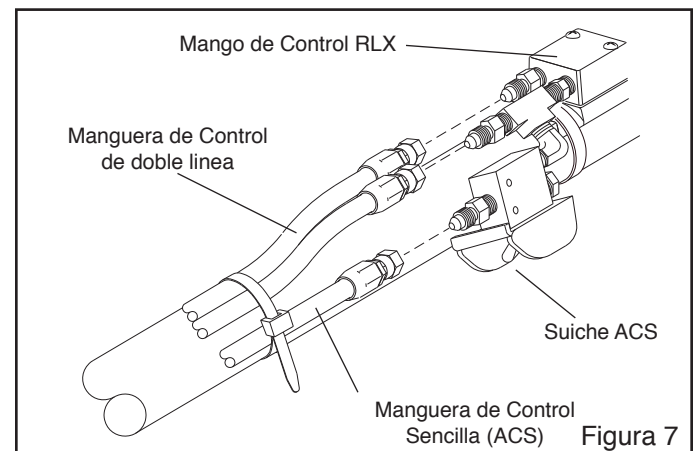

Figura 7
2.2.3 Refiérase a la Figura 7 y conecte la manguera doble de 50' a los conectores que se encuentran en la parte posterior del mango de control. Cualquier lado de la manguera puede ser conectado a cualquier conector.
2.2.6 Trabajando desde el mango de control hacia atrás, sujete la línea doble y la línea sencilla cada 4 o 6 piés, como se muestra en la Figura 7, y tan cerca de los acoples como sea posible.